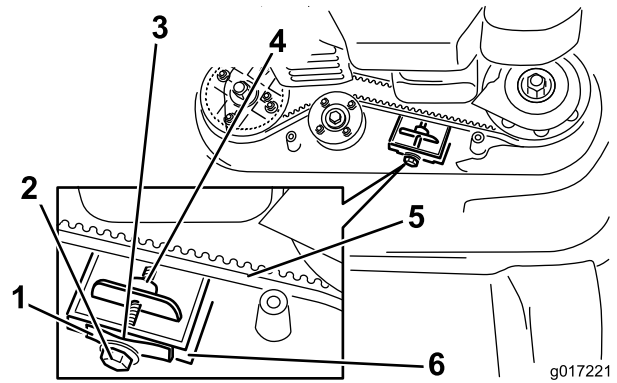

Figuur 36
1. Maak de 2 kwartslag-vergrendelingen van het toegangspaneel van drijfriemkap los en verwijder de kap (Figuur 36).